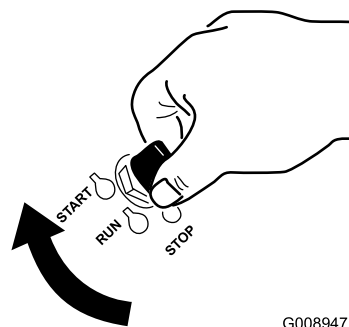

Figura 14
1. Girate la chiave di accensione in posizione di AVVIAMENTO (Figura 14).